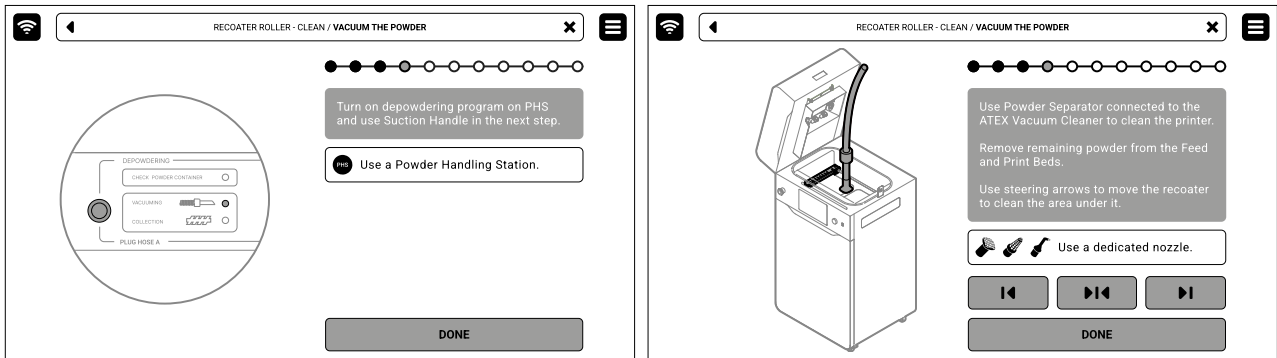

Abb. 12.57 Benutze die PHS oder den Pulverabscheider mit ATEX-Staubsauger, um die Druckkammer zu reinigen.
9. Verwende die PHS mit Absauggriff (Entpulverungsprogramm) oder den Pulverabscheider, der an den ATEX-Staubsauger angeschlossen ist. Entferne das restliche Pulver von Feed und Print Bed. Bewege den Recoater mit den Steuerpfeilen, um den Bereich unter ihm zu reinigen (Abb. 12.57).